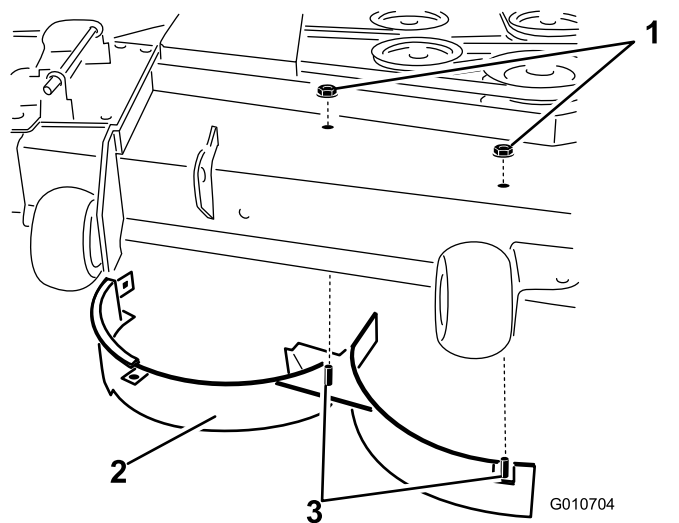

Рисунок 19
- Снимите каретный болт и контргайку, которые крепят правый дефлектор к верхней части деки газонокосилки, и снимите правый дефлектор с деки газонокосилки (Рисунок 19).
- Отверните 2 контргайки (5/16 дюйма), которые крепят приваренные стержни правого дефлектора к верхней части деки газонокосилки в среднем положении и справа от среднего положения (Рисунок 19).